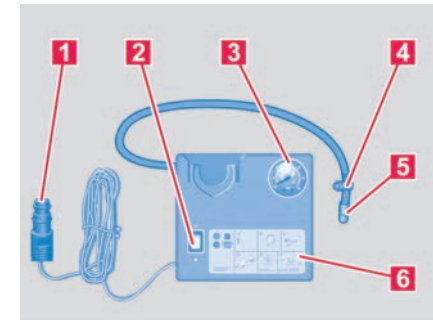

Abb. 226 Kompressor des Reifenreparatursets (Prinzipdarstellung).
→ **Abb. 226 5** des Kompressors fest auf das Reifenventil schrauben.
2. Sicherstellen, dass die Luftablassschraube → **Abb. 226 4** zuge dreht ist.
→ **Abb. 226 1** in eine 12-Volt-Steckdose im Fahrzeug stecken → Seite 303.
5. Kompressor mit dem EIN- und AUS-Schalter → **Abb. 226 2** einschalten.
→ **Abb. 226 5** wieder anschließen und den Reifendruck an der Reifendruckanzeige → **Abb. 226** ablesen.